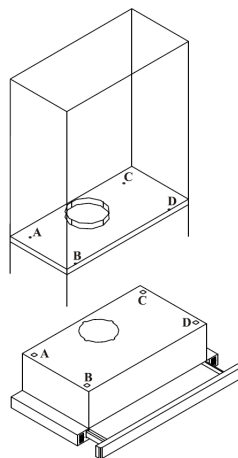

Fig.3
- I overskabets nederste hylde skæres et hul på Ø 130 mm til et rør, som skal lede afgangsluft ud. Bor herefter huller til emhættens befæstningsskruer (Fig 3). For at undgå fejl ved placering af de enkelte huller, skal den medfølgende papirskabelon anvendes til opmærkning af skruenhuller og hul til aftræksrøret i overskabets nederste hylde.
- I overskabets nederste hylde skæres et hul på $\varnothing$ 130 mm til et rør, som skal lede den rensede luft tilbage til køkkenet. Herefter bores huller til de medfølgende montageskruer (Fig. 3).